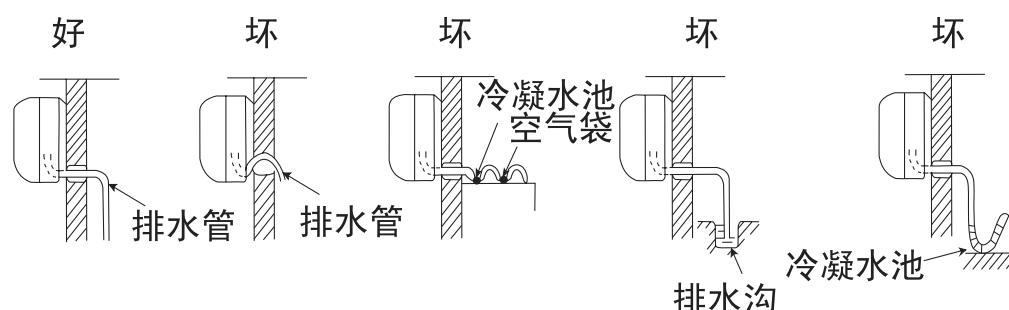

图41
- 1 用附件 ⑬ 排水管与室内机组的出水管连接起来。
- 2 如要使冷凝水流得舒畅，排水管应倾斜少许，如图41所示。